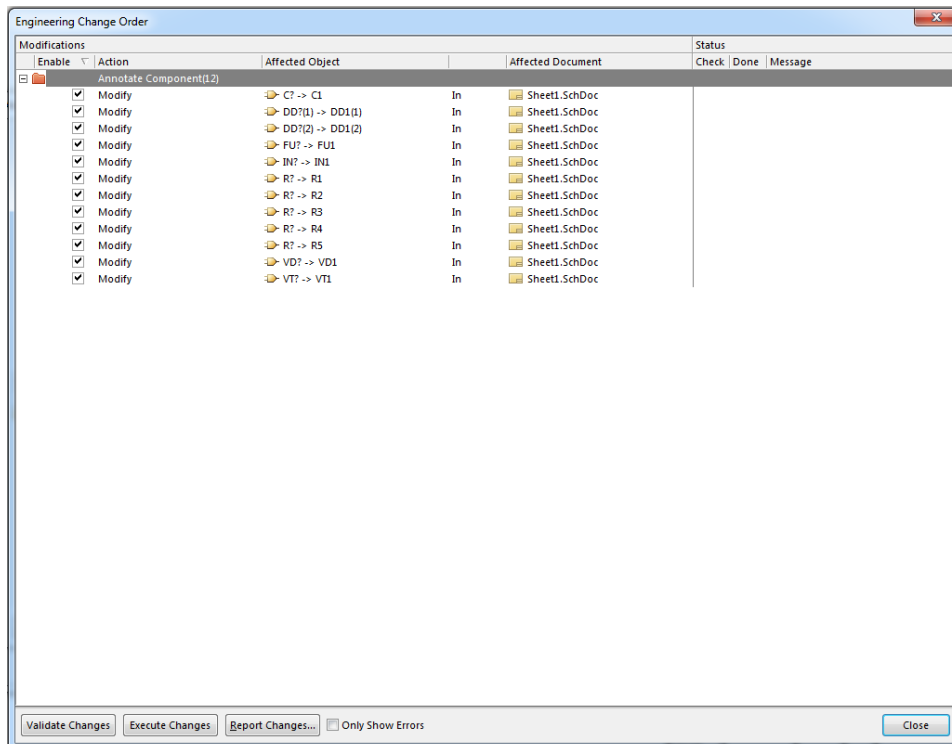

Рис. 4.10
12) У вікні, що відкрилося (Рис. 4.10), натисніть **Validate Changes**, а потім **Execute Changes**. Якщо помилок немає, то у стовпчиках **Check** і **Done** навпроти кожного компонента будуть стояти зелені позначки.